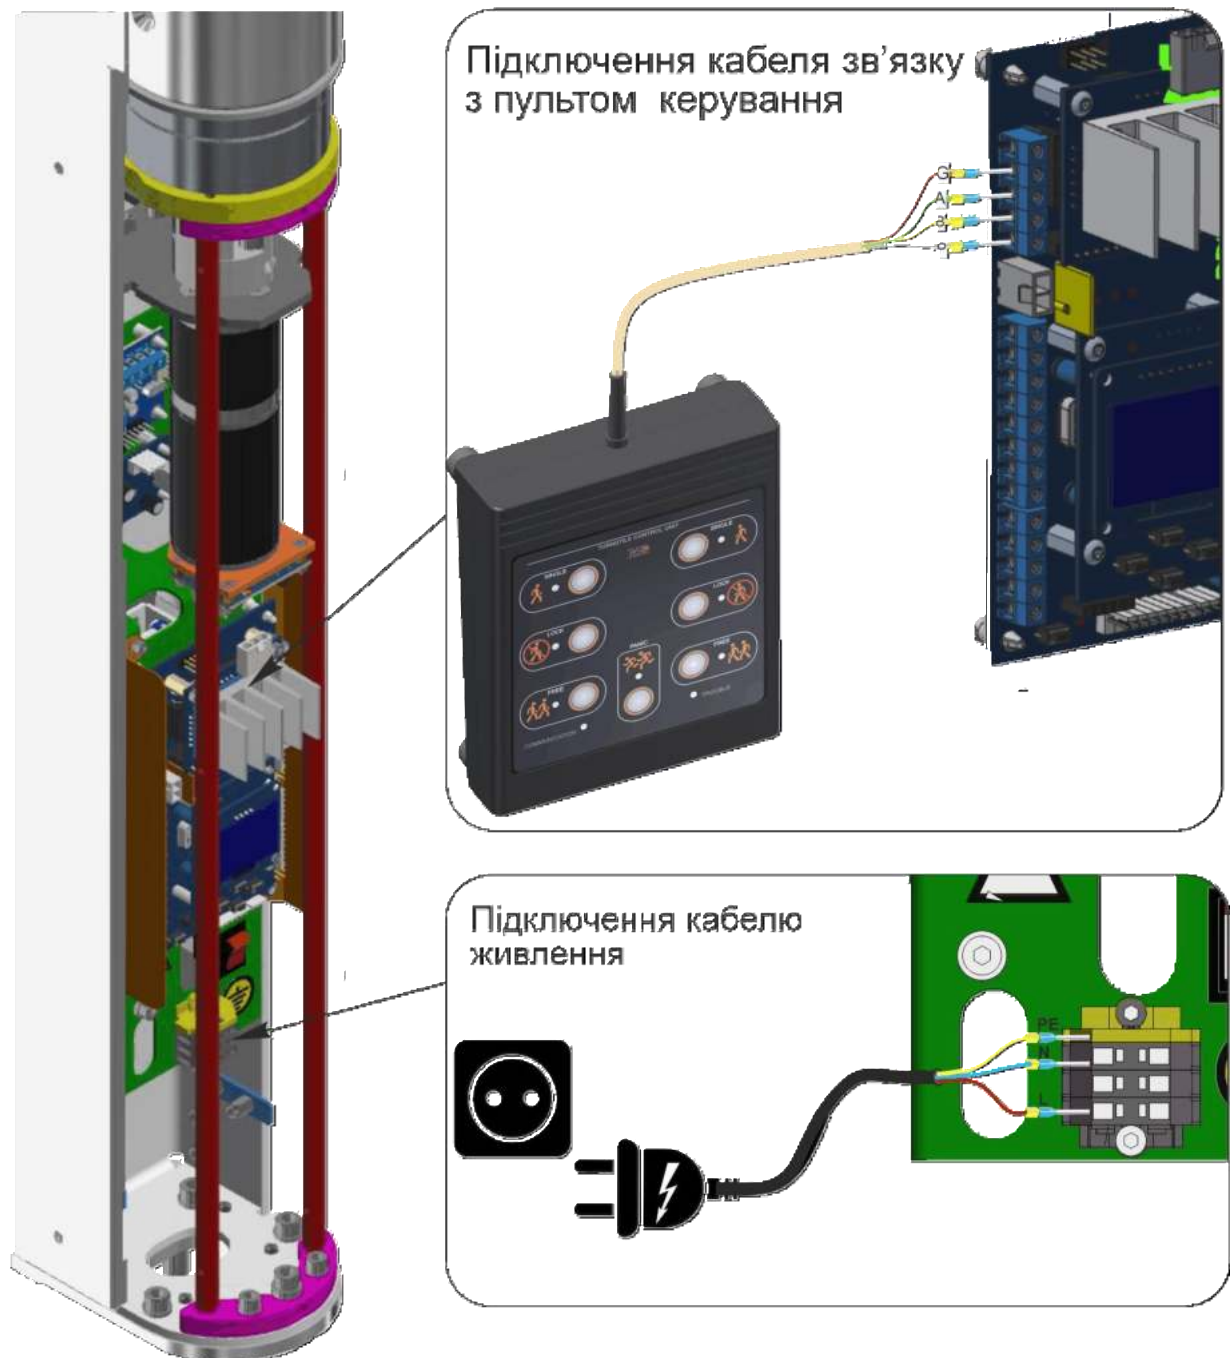

Рис.22 – Підключення кабелю живлення та кабелю зв'язку з пультом керування
- а) Підключити кабель живлення ~230 В (Рис.22):
- Фаза (L) – до захисного автоматичного вимикача;
- Нуль (N) – до клеми ~230 В (N);
- Земля (PE) – до клеми заземлення (PE).